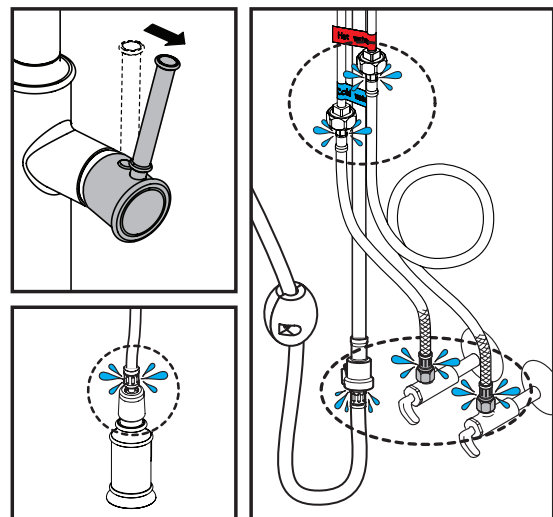

Fig 8.1
Activer l'eau et vérifier s'il y a des fuites (fig 8.1).
*Turn on the water and look for leaks (fig. 8.1)